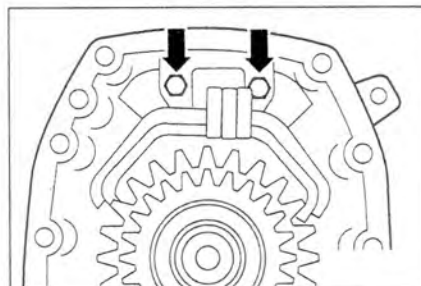

Рис. 5.35. Открутите болты крепления (стрелки) направляющей втулки.
14. Открутите болты крепления (стрелки) направляющей втулки (рис. 5.35).
21. Вкрутите оба болта (стрелки) крепления направляющей втулки (рис. 5.35).